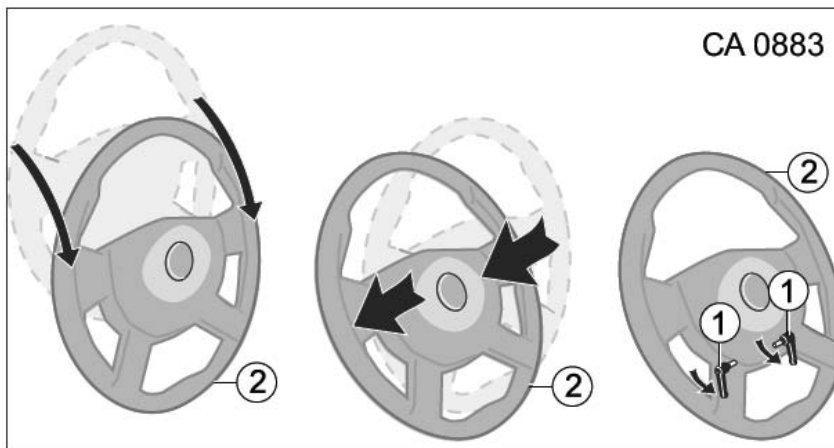

Fig. 88 Pivoter le volant sur la position initiale
1. Saisir le volant (Fig. 88/2) avec les deux mains et le guider vers le bas.
2. Saisir le volant (Fig. 88/2) en son milieu et le pousser droit vers la colonne de direction. Ensuite, pousser le volant (Fig. 88/2) pour le faire encliqueter de manière audible dans le verrouillage.
3. Tourner les deux verrous simultanément (Fig. 88/1) jusqu'en butée dans le sens opposé au sens de conduite et verrouiller le volant (Fig. 88/2) dans cette position.